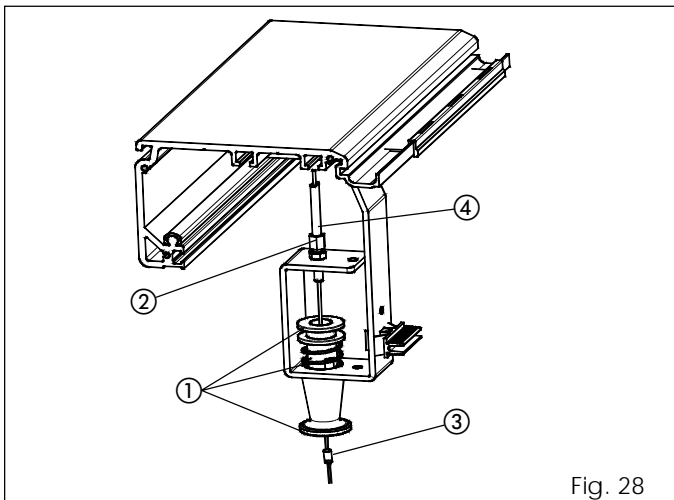

Fig. 28
- Ensamble el pomo de desbloqueo como se indica en la fig. 28 ref. ①.
- Atornille el regulador, con las correspondientes tuercas de bloqueo, en la parte interna de la brida (fig. 28 ref. ②).
- Bloquee el cable de acero con el sujeta-cables y el correspondiente tornillo (fig. 28 ref. ③).
- Coloque la vaina del cable hasta que tope con el regulador (fig. 28 ref. ④).